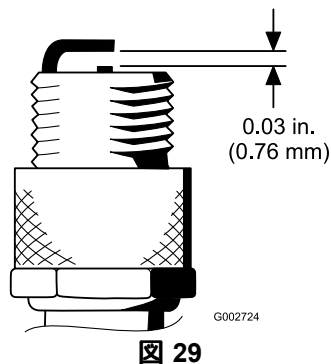

図 29
4. エアギャップを0.76mmに調整する 図 29を参照。正しく調整された点火プラグをガスケットシールと共にエンジンに取り付け、23N・m 2.3kg・m = 200in-lbにトルク締めする。トルクレンチがない場合は十分に締めつける。